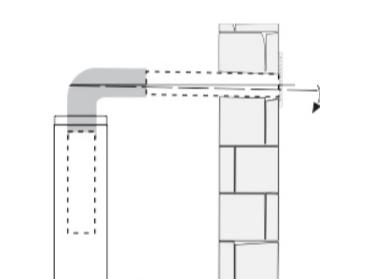

рис. 1A
- 1.5 При выводе воздуховода на улицу (через отверстие в стене) должен быть уклон воздуховода, как на рис.1A.